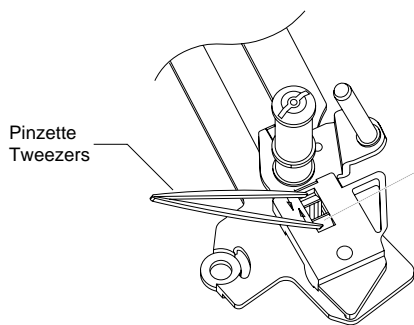

Fig. 19
- Mit einer Pinzette die beiden Schnapphaken zusammendrücken und die Umlenkrolle von der Platte (Fig. 19) abnehmen.
- Mit einer Pinzette die beiden Schnapphaken zusammendrücken (Fig. 19) und die Umlenkrolle "A" von der Platte "B" abnehmen (Fig. 20).